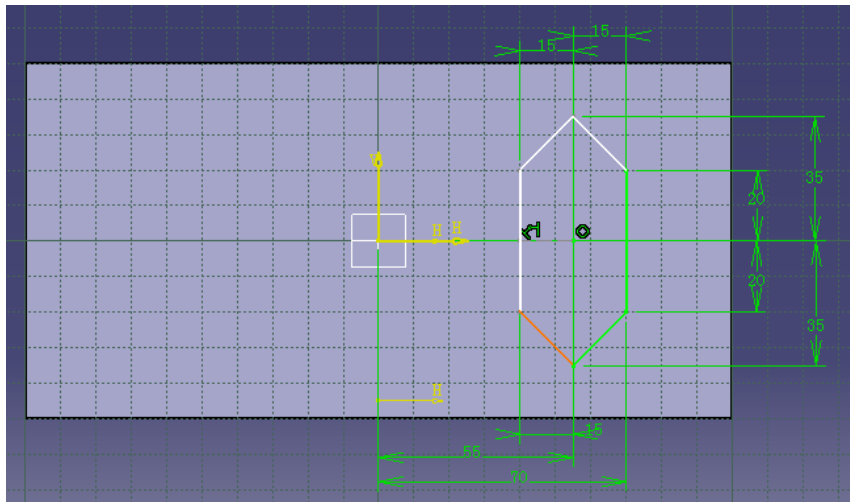

图 3-106
(8) 选择底部后，用 Sketcher → Profile 画如图 3-106。用 constraint  设定尺寸后，点击 。
(9) 点击  后，长度设为 5mm（见图 3-106）。